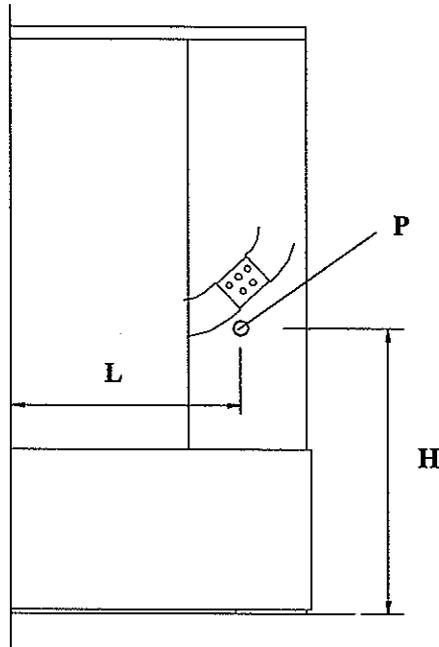

fig. 24
- Refer to Connection Technical Sheet (**clause 4.4.c**) for connection dimensions and hoses diameter (**fig.24**)
- Remove the tube caps and connect the hoses to the nipples on the manifold (**fig. 24**).
- Ver Hoja Técnica de Conexiones (**apartado 4.4.c**) para cota de conexión y diámetro de los tubos (**fig. 24**)
- Retirar los tapones de goma y conectar los conductos a las tetinas del colector (**fig. 24**).
- Voir Feuille Technique de Raccordements (**section 4.4.c**) pour cote de raccordement et diamètre des tuyaux (**fig. 24**)
- Enlever les bouchons en caoutchouc et raccorder les tuyaux aux tétines du collecteur (**fig. 24**).